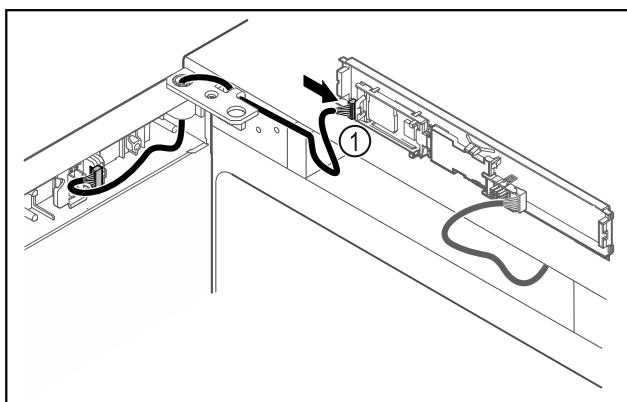

Fig. 44
- ▶ Pistke pistik Fig. 44 (1) trükkplaadil sisse.